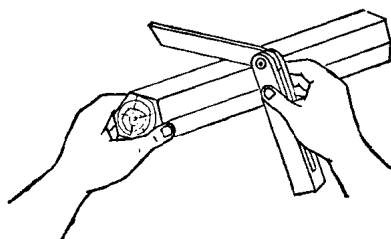

图 1-8 卡角度
2.卡角度 用角尺检查所刨削的木料相邻两个面的角度时，可用左手握住木料的端部将其提起，右手捏住尺柄中部，将角尺的内角卡在木料两个相邻面上。目视尺内角是否与木料的两个相邻面全部紧贴，紧贴者表示其角度准确(图1-8)。